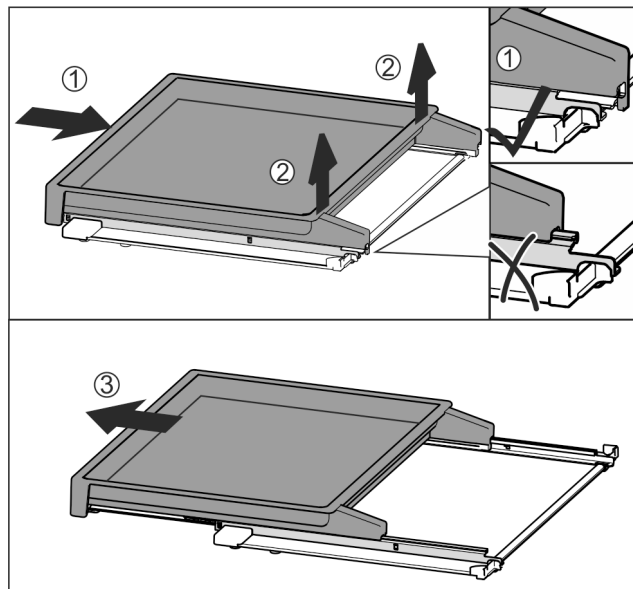

Fig. 32
- ▶ Вкарайте изцяло изтеглящата се дъска Fig. 32 (1).
- ▶ Освободете фиксатора от задната страна Fig. 32 (2).
- ▶ Извадете напред изтеглящата се дъска Fig. 32 (3).